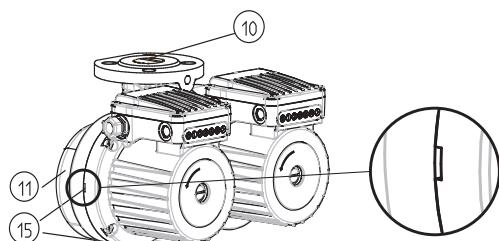
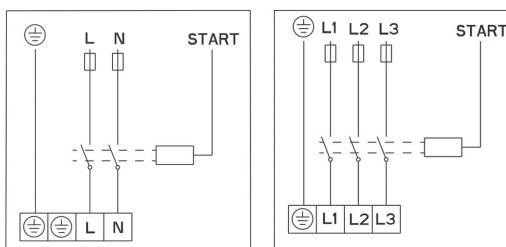

Abb.3
Abb. 4
- GHND (basic, auto), GHNMD (basic, auto) – Pumpen verfügen über ein doppeltes Hydraulikgehäuse (Abb. 3 – Pos. 11), mit eingebauter Kippklappe (Abb. 3 – Pos. 10), die, abhängig vom Fluss des Mediums durch die eine oder andere Pumpe, selbsttätig kippt.
Die Anschließung der Pumpen muss nach dem Schaltplan (Abb. 4), der an der Unterseite des Motordeckels abgebildet ist, erfolgen. Zuerst muss der obere Deckel abgeschraubt werden (Abb.3 – Pos. 2 ).